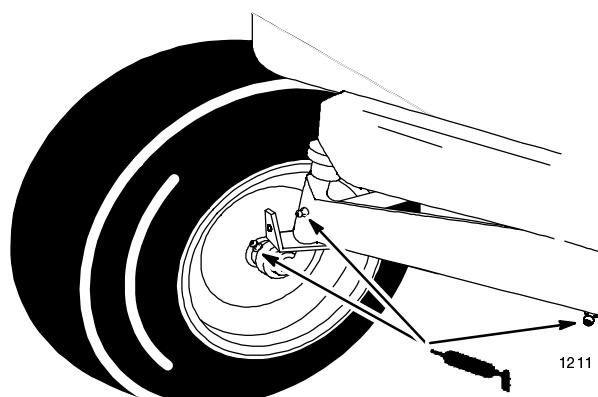

Bild 25
- Fetten Sie die Vorderräder und Lenkspindeln, bis das Fett beginnt, aus den Lagern auszutreten (Bild 25).
- Fetten Sie das Gelenk an der Vorderachse (Bild 25).